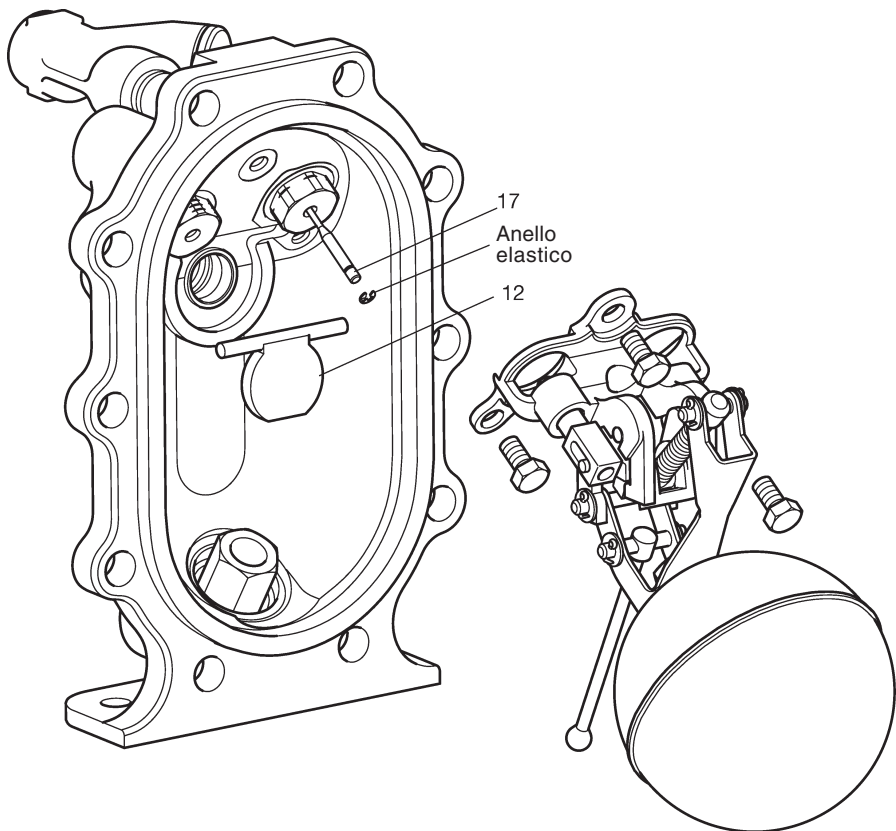

Fig. 16
5. Sollevando leggermente il gruppo supporto/meccanismo di pompaggio (vedere la fig. 16) si può accedere alla valvola di ritegno a clapet (particolare 12).